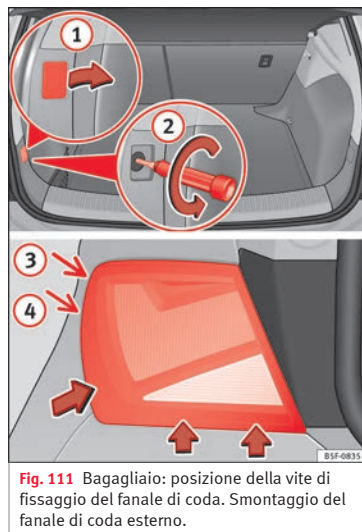

Fig. 111 Bagagliaio: posizione della vite di fissaggio del fanale di coda. Smontaggio del fanale di coda esterno.
- Sollevare la copertura facendo leva con l'estremità piatta di un cacciavite nell'apposita rientranza e togliere la copertura dall'apertura » **fig. 111 ①**.
- Svitare con cautela la vite sottostante dopo averla allentata in senso antiorario con un cacciavite (freccia) » **fig. 111 ②**.
- Ruotare il fanale della direzione indicata dalle frecce fino a che esce dal proprio alloggiamento (posizioni ③ e ④) » **fig. 111**.